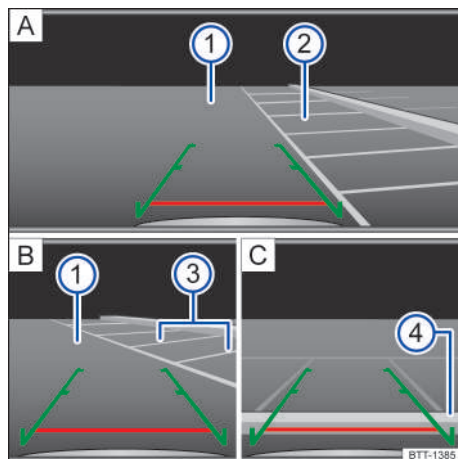

Fig. 117 Visualización de la pantalla del sistema de radio: estacionar con la cámara de marcha atrás.
Leyenda para fig. 117:
- Colocar el vehículo delante de la plaza de estacionamiento → fig. 117 ② A.
- Conducir hacia atrás lentamente y maniobrar de modo que las guías verdes laterales conduzcan entre las líneas de delimitación de la plaza de estacionamiento seleccionado ② A. ▶